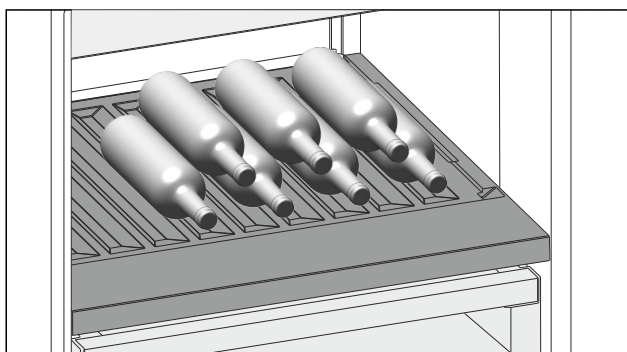

Fig. 225 Shembull ilustrues
- Shtrini shishet me fundin të drejtuar në faqen e pasme të frigoriferit. (shihni Fig. 225)